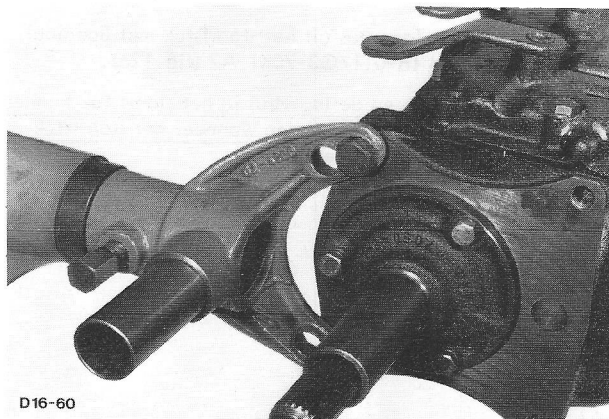

Fig. 123 Versnellingsbak, met Speciaal Gereedschap 16-009 in standaard gemonteerd.
2. Voor verdere demontage moet de versnellingsbak m.b.v. Speciaal Gereedschap 16-009 in de montagestandaard worden geplaatst (fig. 123).